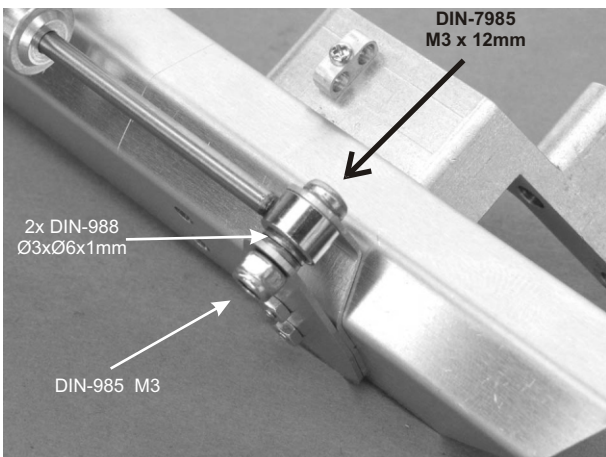

Bild 15
Jetzt wird der andere Zylinder Teleskop(Q) vorne mit der Schraube DIN-7985 M3x12, den 2 Paßscheiben DIN-988 $3 \times 6 \times 1$ und der Stopmutter DIN-985 M3 wie in Bild 15 ersichtlich, zwischen den Zylinderhalteblechen (L) und (M) befestigt. Sollte der Zylinder nicht genau parallel zum Arm liegen, müssen die Paßscheiben eventuell anders verteilt werden.